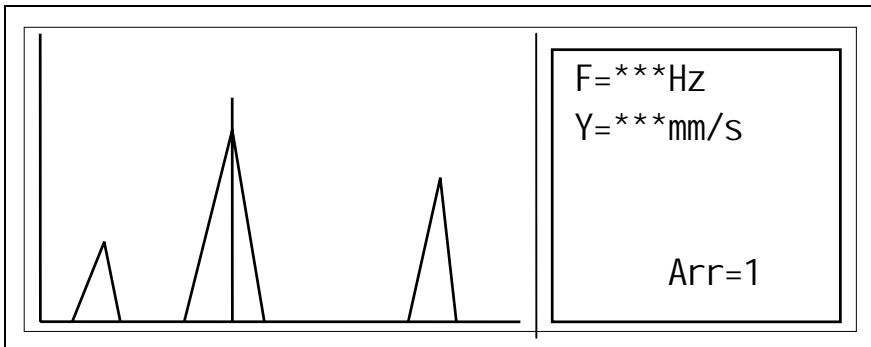

图 4-47
- (2) 选择适当的 Arr 值，移动游标到将要进行“FFT 分析”的时域波形段的起点，选定 str 值，按|↑|键；
- (3) 移动游标到将要进行“FFT 分析”的时域波形段的终点，选定 end，按|↓|键，屏幕显示如图 4-47；